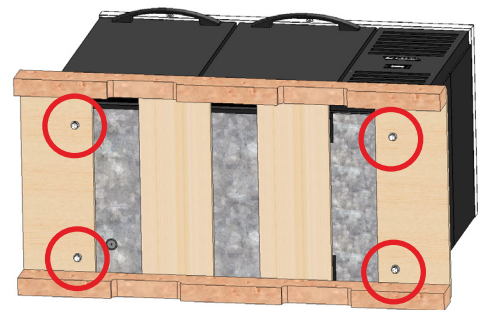

Fig. 2. Ubicaciones de los pernos de envío.
2. Con una llave inglesa retire todos los pernos de envío que aseguran la plataforma de madera a la parte inferior del gabinete. Véase la fig. 2.